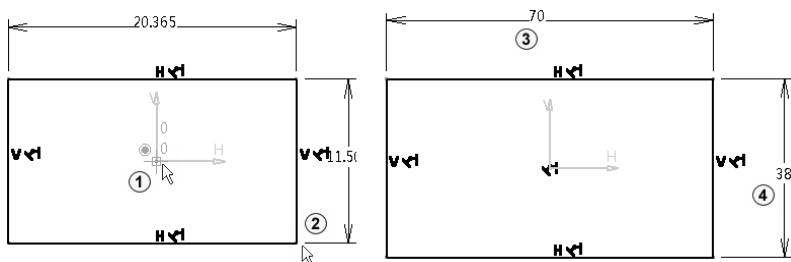

图 3-42 绘制矩形
2) 从特征树中选择“xy 平面”，单击“草图”按钮，进入草图绘制模式。选择菜单“工具”→“选项”命令，在“机械设计”中“草图编辑器”的“约束”选项下，选中“创建几何约束”和“自动创建尺寸约束”复选框，单击屏幕最下方的“全部适应”按钮，单击“居中矩形”按钮，在工作区中选择原点，移动鼠标到适当位置单击绘制出矩形，如图 3-42 中①②所示。分别双击自动标注出尺寸，修改为 70 和 38，如图 3-42 中③④所示。单击“退出工作台”按钮，离开草图模式。